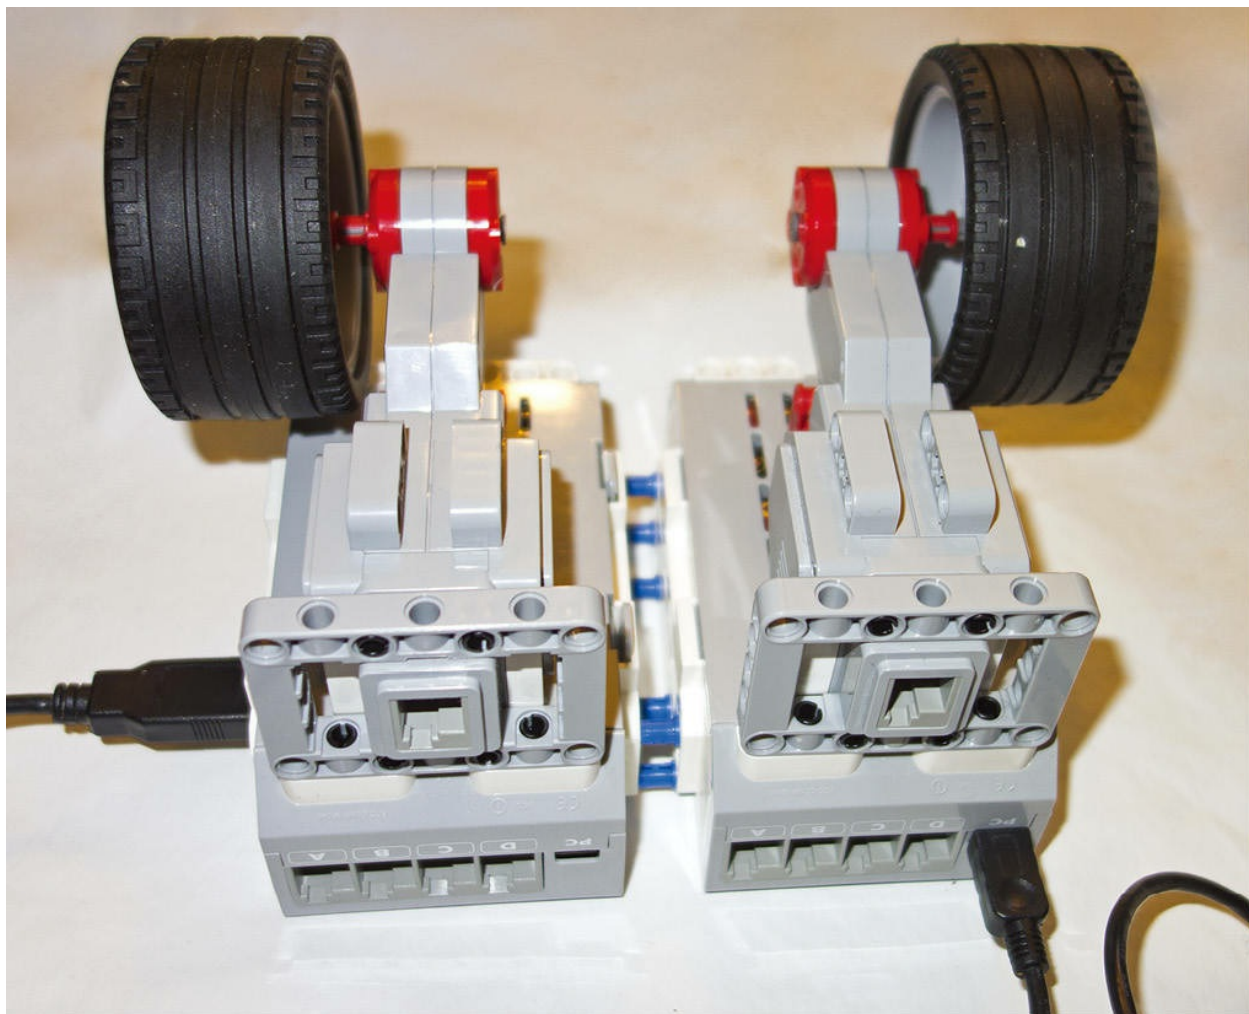

图11.17 注意红色的可穿入轴的红色直梁，实际上支撑着轮子的背部，以代替任何将轮子连接至智能砖的零件
**13.** 现在你有两个连接在一起的智能砖以及两个安装好的轮转结构，使用黑色的销将轮转结构连接到智能砖的底部，如图11.17所示。